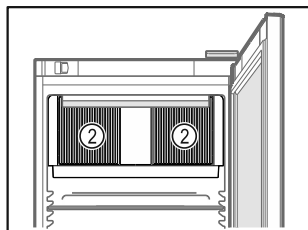

Fig. 60
- Sørg for at cirkulationsblæserens ventilationsåbninger Fig. 60 (2) i det indvendige rum altid er frie.